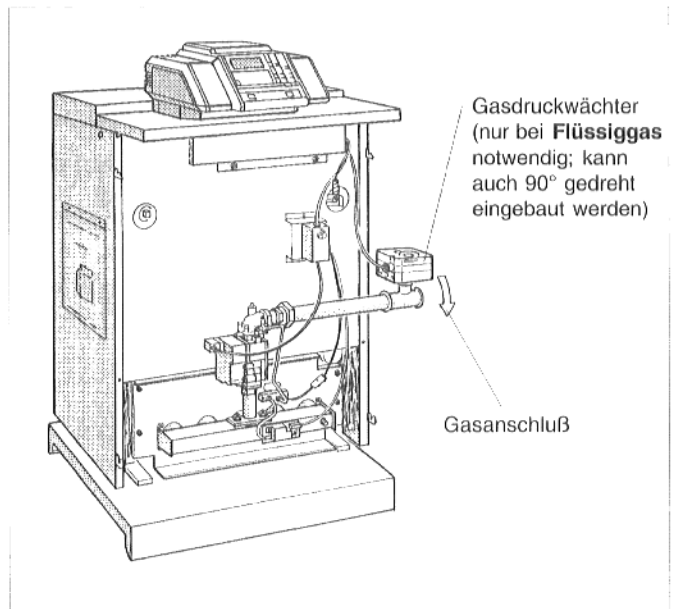

Abb. 13: Gasanschluß
Die Gasleitung ist spannungsfrei an den Brenner anzuschließen (Abb. 13).
- Bei **Flüssiggas** den mit den Umstellteilen gelieferten Gasdruckwächter unmittelbar am Gasanschluß des Heizkessels mit der Einstellscheibe nach oben oder nach außen in der Gasleitung eindichten (Abb. 13) und elektrischen Anschluß nach Schaltplan herstellen.